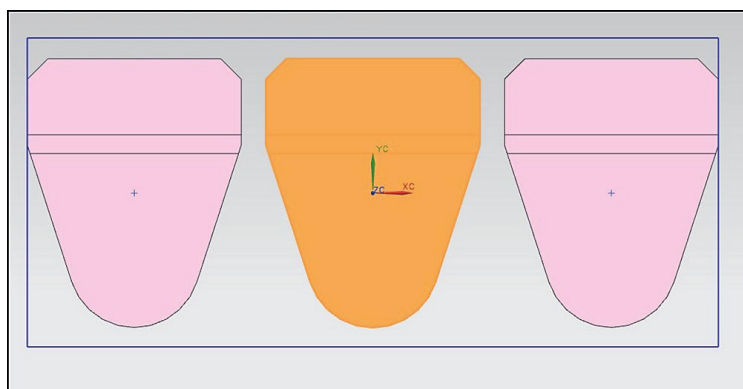

Рис. 5.8. Однорядный раскрой. Компоновка полосы
7. Назначьте перемычку сверху 5 мм. Вид полосы показан на рис. 5.8.